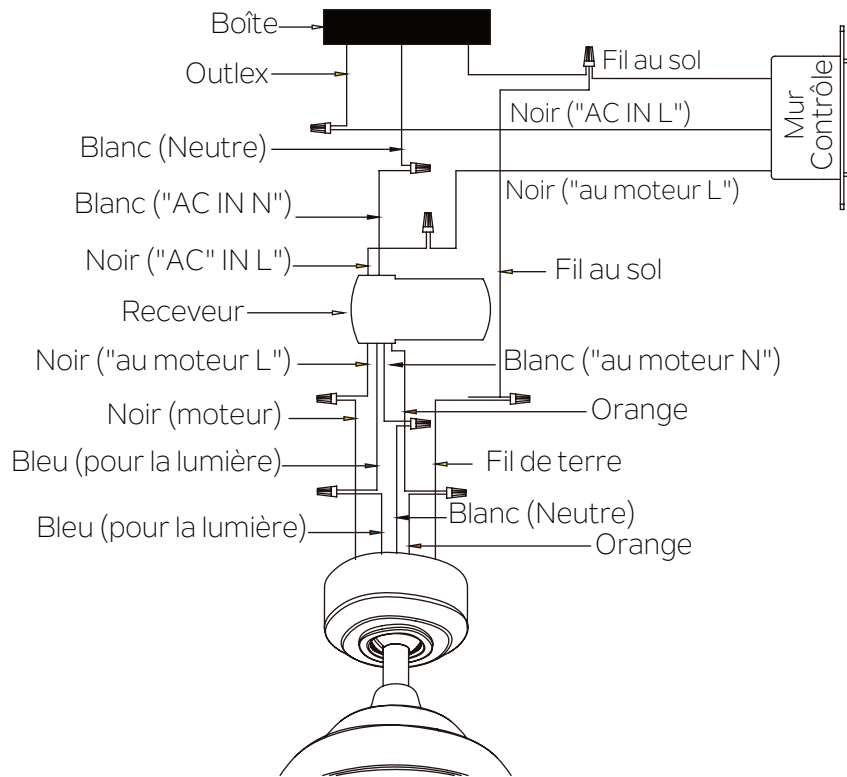

Fig. 16
Sécurisez toutes les connexions de fil avec les écrous en plastique de fil fournis. (Fig. 16)
Fixez les connexions de fil avec les connecteurs de fil en plastique fournis. (Fig. 16)
Étape 4. Connectez les fils SOL (VERT) de la boule de cintre et du support de montage, ainsi SOL (VERT ou CUIVRE NU) de la maison. Fixez la connexion filaire avec les connecteurs en plastique fournis. Après avoir relié les fils, étalez-les de sorte que les fils verts et blancs sont d'un côté de la boîte de sortie et les fils noirs et bleus sont de l'autre côté. (Fig. 16)